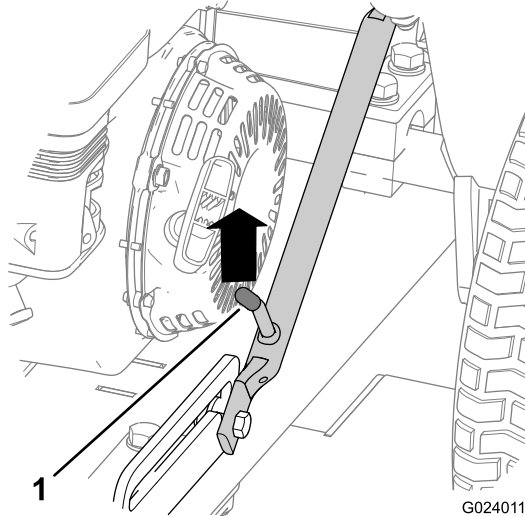

Figura 7
- Empurre a estrutura de engate até desbloquear a alavanca de trinco do bloqueio de desliz (Figura 7).